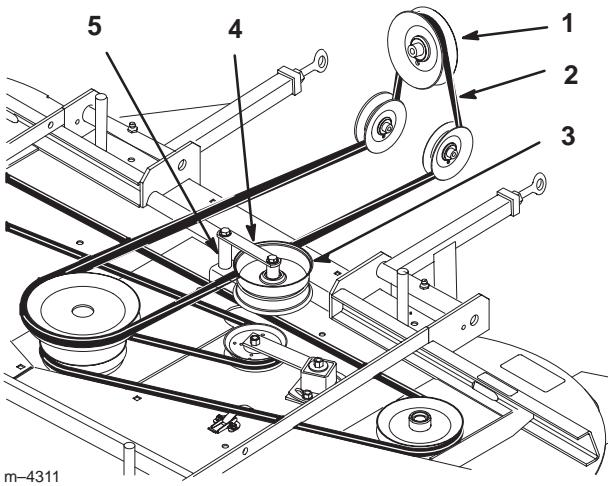

Figure 62
3. Déposez la courroie d' entraînement de PdF de l' embrayage, des poulies de tension arrière et de la poulie centrale supérieure du plateau de coupe (Fig. 62).
4. Retirez le boulon, l' écrou, la rondelle et l' entretoise de l' ensemble support de poulie de tension. Retirez la courroie de l' ensemble support (Fig. 62).
6. Placez la courroie dans l' ensemble support de poulie de tension. Remettez le boulon, l' écrou, la rondelle et l' entretoise dans l' ensemble (Fig. 62).